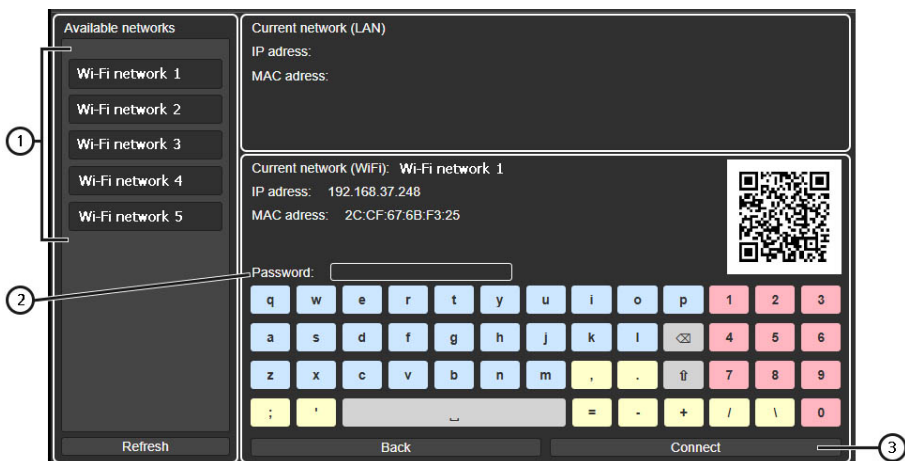

Рисунок 8
3. В отрывшемся окне из списка доступных Wi-Fi сетей выберите необходимую см. поз. 1 рис. 8.
4. Далее в строке «Password» впишите пароль от выбранной сети Wi-Fi (см. поз. 2 рис. 8).
5. Для завершения процедуры подключения нажмите на кнопку «Connect» (см. поз. 3 рис. 8).